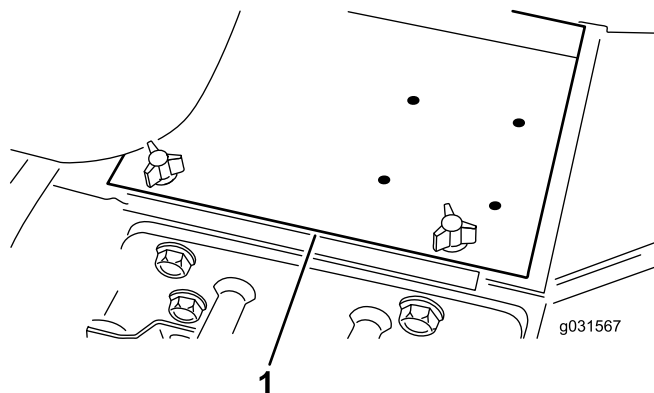

Figura 3
1. Togliete il coperchio della batteria (Figura 3).